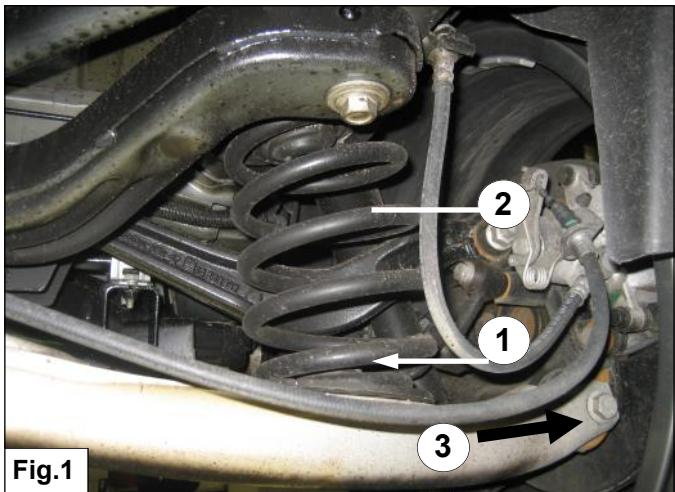

Fig.1
- Ondersteun de draagarm en demonteer bout 3. **Let op de draagarm staat onder veerspanning.** Zie fig. 1.